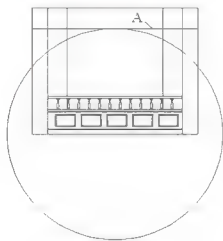

图 5.28 绘制圆
(1) 单击【绘图】工具栏上的【圆】图标①或在命令行输入“C”并按 Enter 键，启动【圆】命令。
① 在\_circle 指定圆的圆心或 [三点(3P)/两点(2P)/切点、切点、半径(T)]：提示下，打开对象捕捉功能，捕捉如图 5.28 所示的 A 线的中点处，不单击鼠标，将光标垂直向下拖动后输入 2800，然后按 Enter 键，找到圆的圆心。
② 在指定圆的半径或 [直径(D)]：提示下，输入圆的半径“2800”后按 Enter 键，结果如图 5.28 所示。